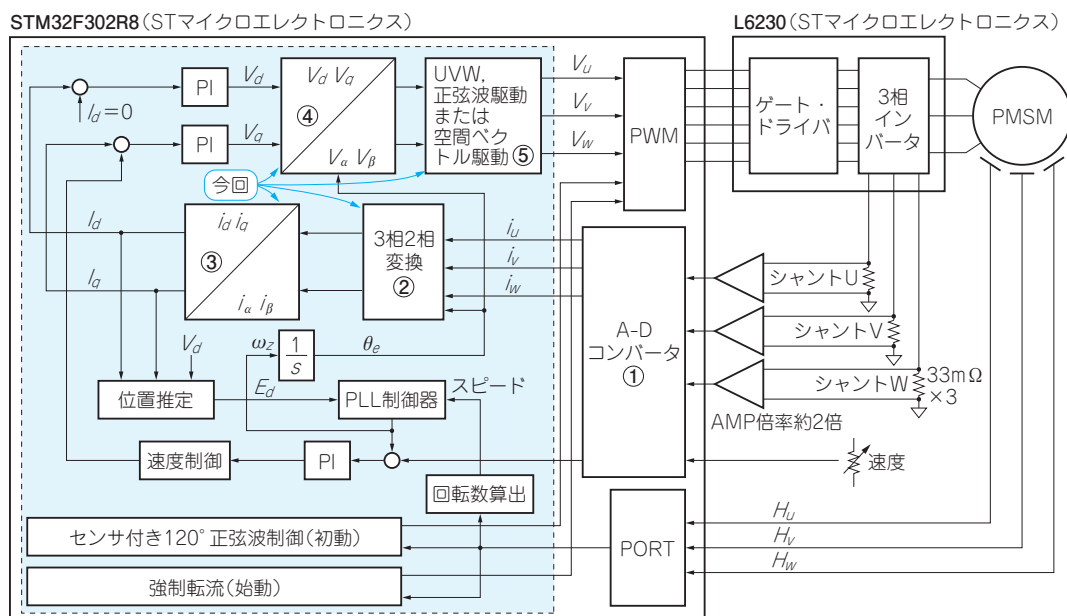

図1 正弦波駆動ベクトル制御におけるUVW→dq変換を今回解説する
今回はDCブラシレス・モータの正弦波駆動ベクトル制御における、UVW→dq座標変換を解説します。図1のブロック・ダイアグラムの②、③、④、⑤に相当する部分です。